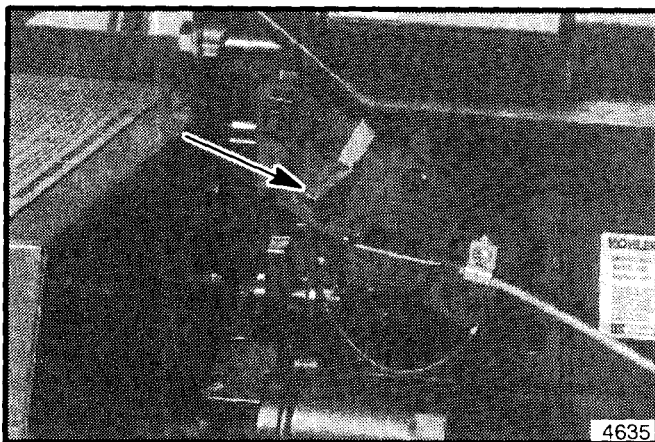

Figura 3. Control del Cebador
4. Use el cebador cuando lo necesite para encender un motor frío. El control del cebador está localizado en la parte delantera del motor (vea a figura 3).